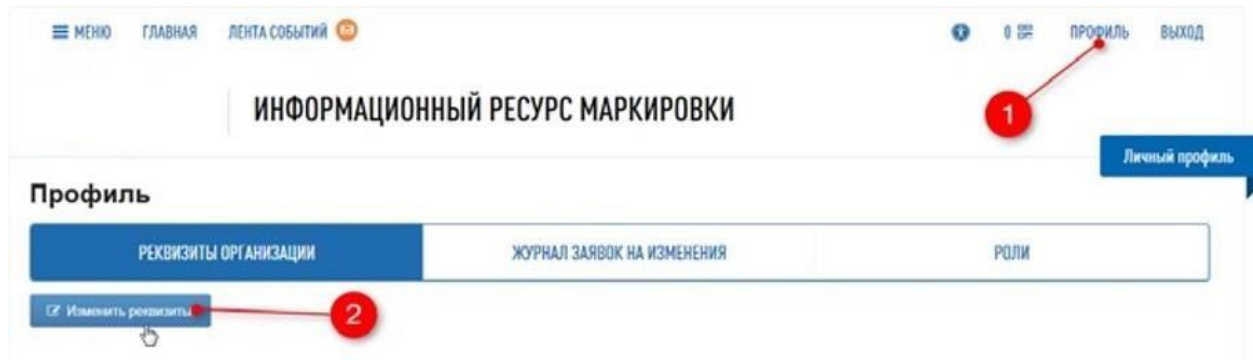

Рисунок 35 – Изменить реквизиты
- Перейдите в раздел «Профиль» - «Реквизиты организации» и нажмите кнопку «Изменить реквизиты» (рис. 35).